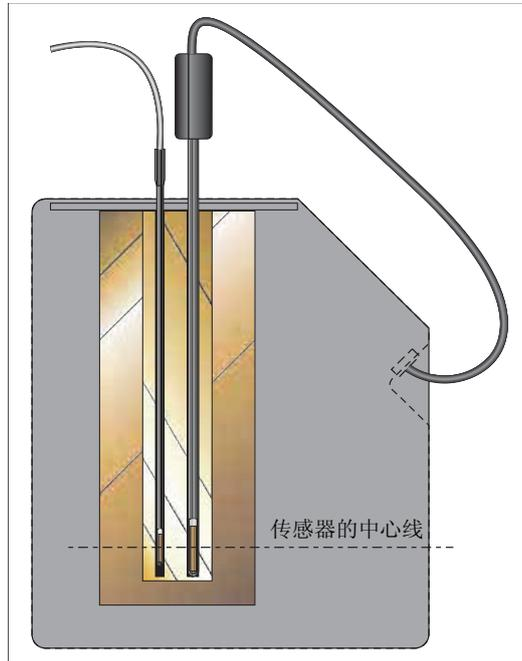
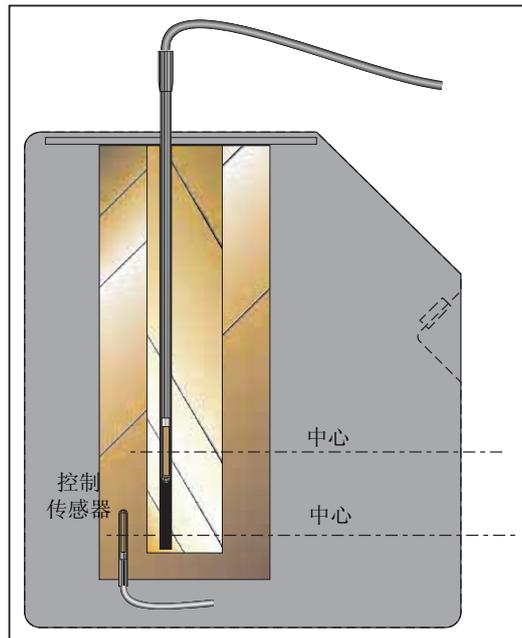

图 4. 将参考探头和 UUT 的敏感元件中心对齐
图 5. 当使用经校准的控制传感器作为参考标准时，干式计量炉内的垂直梯度更加明显。
**应用提示：**通过将参考探头和 UUT 的敏感元件的中心对准（请参见图 4），往往会获得优于技术指标的轴向一致性误差。
当利用经校准的控制传感器作为参考标准时，干式计量炉的垂直梯度要比使用外部参考温度计时更加明显。这是因为在实际中往往不能将控制传感器 (被固定在恒温块中) 的敏感元件与 UUT 对齐 (请参见图 4 和图 5)。